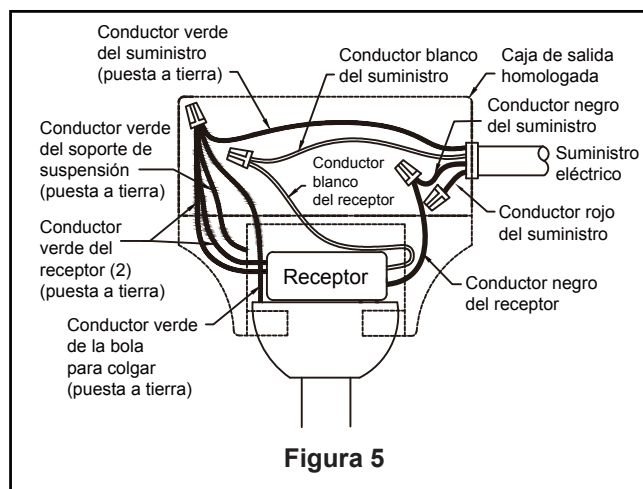

Figura 5
- ☐ 5. Pase los cables y cable de seguridad a través de la cubierta de unión del motor, la cubierta para el tornillo y el capuchón. (Figura 5)
4. Una vez haya hecho las conexiones, coloque los cables hacia arriba y empújelos cuidadosamente hacia dentro de la caja de la toma de corriente, poniendo los cables blancos y verdes a un lado de la caja y los negros hacia el otro lado. Los cables deben ser colocados de forma extendida poniendo el conductor de la toma de tierra y el conductor de toma de tierra del equipo a un lado de la caja, colocando el conductor sin toma de tierra en el otro lado de la caja. (Figura 5)
- ☐ 5. Asegure el vidrio en la ensamble de kit de luz girándolo en el sentido de las agujas del reloj. Gire el vidrio gradualmente **hasta que encaje en la ensamble de kit de luz**. Sin apretar demasiado. (Figura 5)
- ☐ 7. Para configurar el código del mando a distancia a las mismas posiciones que en el receptor. Mueva los interruptores de código hasta colocar el código de selección en la posición arriba o abajo. Con un destornillador pequeño o con una lapicera (no se incluye) deslice firmemente hacia arriba o hacia abajo. (Figura 5)